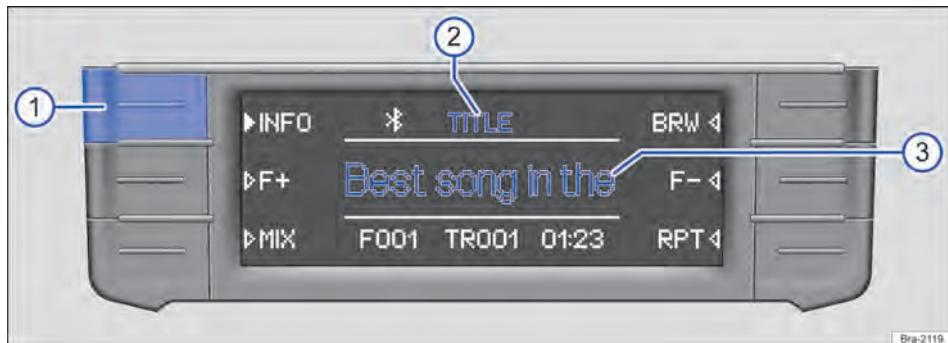

Fig. 138 Exemplo de exibição na operação de mídia: informações das faixas de um CD de MP3 em execução.
Em CDs de áudio sem texto de CD, na linha central do display → Fig. 138 ③ é exibido somente TRACK e o número da faixa conforme a sequência na unidade de armazenamento de dados.
No centro da linha superior do display é exibido o tipo da informação de faixa selecionada, por exemplo, **TITLE** → Fig. 138 ②.
- Pressionar brevemente o botão de função **[INFO]** → Fig. 138 ① para trocar o tipo da informação exibida da faixa.
Exibição → Fig. 138 ② Informação da faixa → Fig. 138 ③